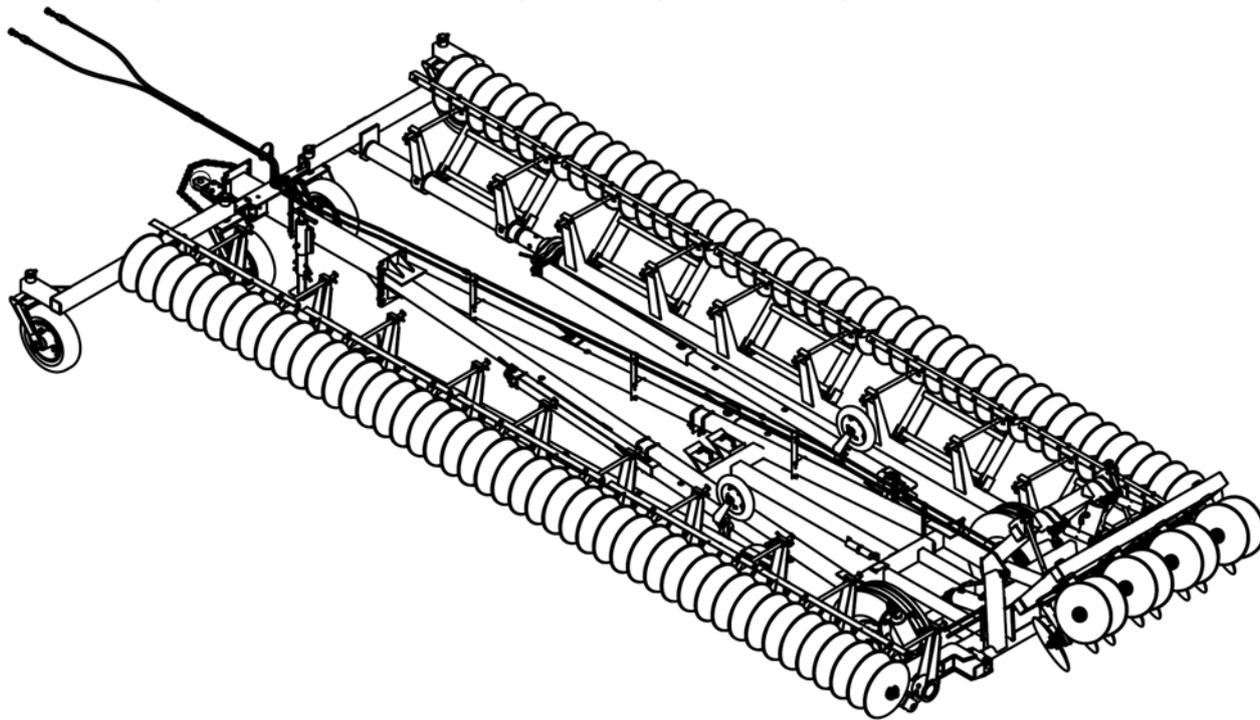
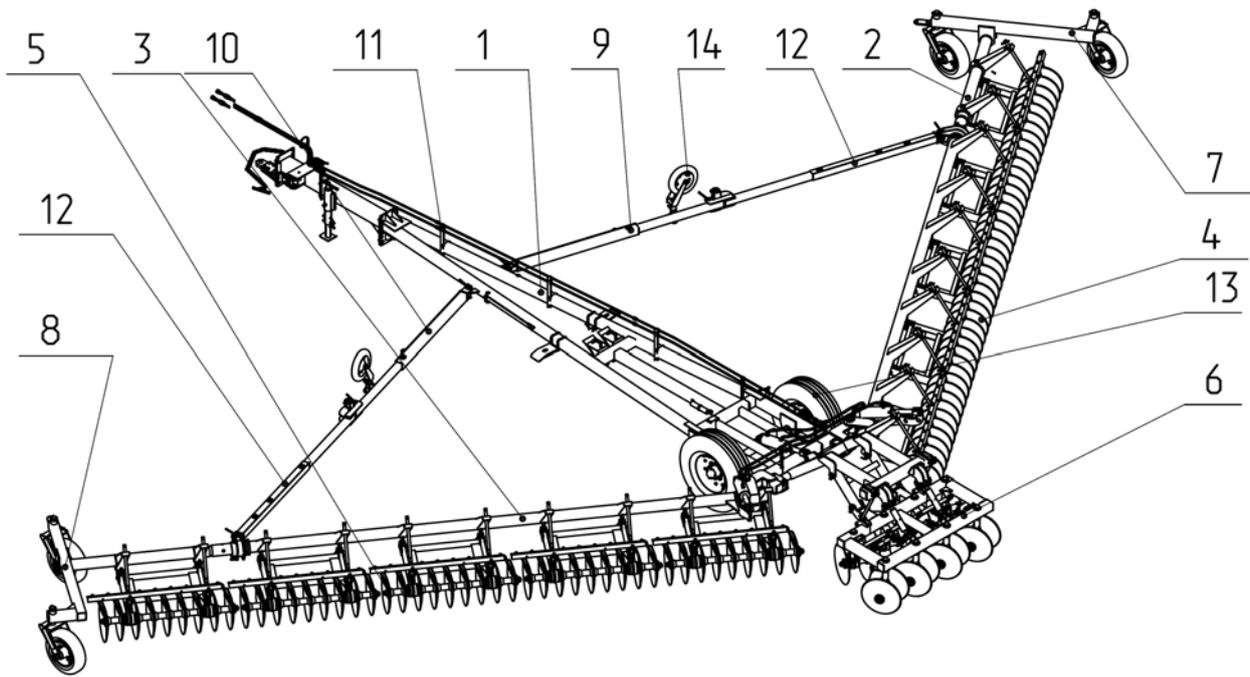

РИС. 1 Лущильник дисковый гидрофицированный ЛДГ15К
РИС.2 Луцильник дисковый гидрофицированный ЛДГ15К
2.1 Лущильник (Рис.1,2) представляет широко-захватную прицепную машину с двусторонним расположением дисковых рабочих органов 1 и 7 (рис.2).
2.2. Лущильник (Рис.2) состоит из снлицы 1, предназначенной для присоединения лущильника к тяговому средству и опирающейся на ходовые колеса. К снлице справа и слева шарнирно присоединены брусья 2 и 3 с рабочими секциями 4 и 5. Между брусьями к снлице шарнирно присоединена центральная секция 6. Брусья опираются на колесные пары 7 и 8. Брусья соединены со снлицей растяжками 9 и 10, при помощи которых устанавливается угол атаки.